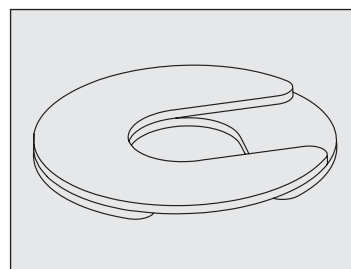

Figure 10. Posez les cales en décalant leurs fentes s'il y en a plusieurs.
- En cas d'utilisation de plus d'une cale, assurez-vous que les fentes des cales sont décalées. Voir fig. 10.
- **NE PAS** utiliser plus de quatre (4) cales sur une même roulette.